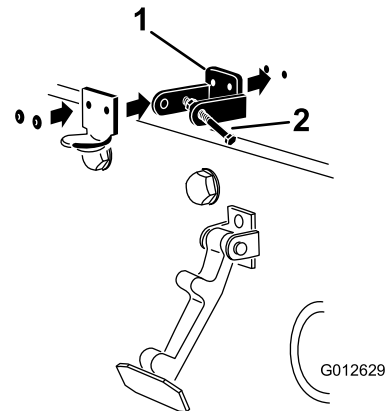

Bild 7
3. Fluchten Sie die Befestigungslöcher aus und positionieren Sie gleichzeitig die Halterung des CE-Riegels und des Motorhaubenriegels auf der Motorhaube. Die Riegelhalterung muss an der Haube anliegen (Bild 7). Nehmen Sie die Schraube und Mutter nicht vom Halterungsarm für den Riegel ab.
5. Nieten Sie die Halterungen und Scheiben an die Haube (Bild 7).